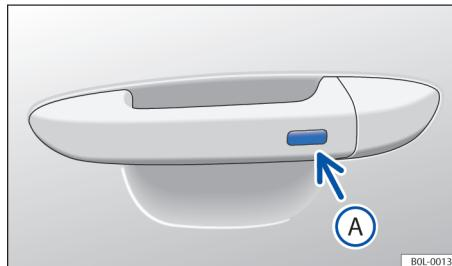

图 46 车门拉手：Keyless Access 功能按钮
- 取决于车型装备，按压驾驶员侧或乘员侧车门拉手上的功能按钮 → 图 46 A。
- 用车辆钥匙上的按钮 ④ 闭锁车辆。
- 此外，在五秒内按压车门拉手上的功能按钮 → 图 46 A。